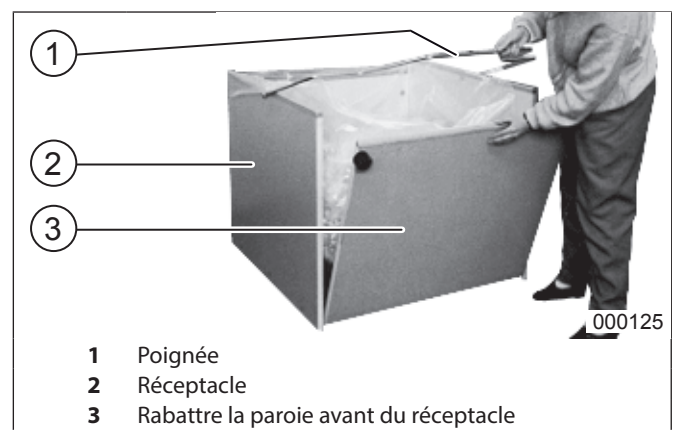

fig. 10 Vider le récipient
1. Prendre le récipient par la poignée (fig. 10/1) et le tirer de dessous le destructeur.
2. Soulever la poignée et rabattre la paroi avant (fig. 10/3) du récipient vers le bas